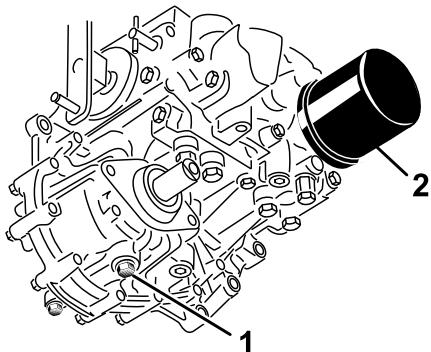

Figure 50
3. Placez un grand bac de vidange sous le réservoir hydraulique et le carter de transmission, et enlevez les bouchons pour vidanger tout le liquide hydraulique (Figure 50).
4. Nettoyez la surface autour du filtre à huile hydraulique et enlevez le filtre (Figure 50).